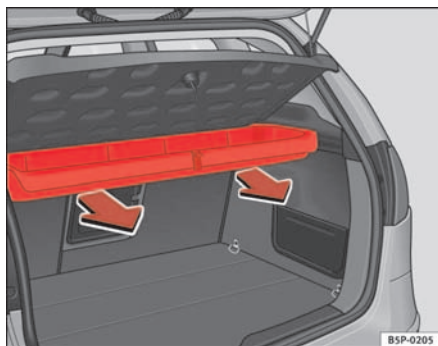

Abb. 120 Ausbau des Ablagefachs
- Nach außen ziehen, bis der Kisten aus den Drehhaltern gelöst ist \Rightarrow Abb. 120